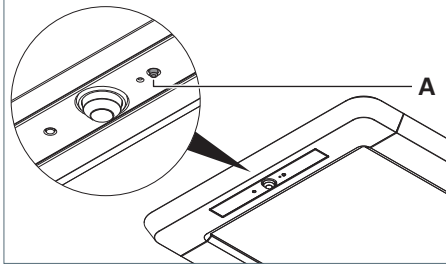
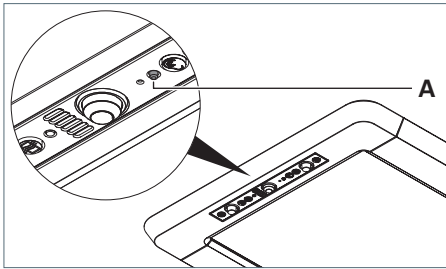

Fig. 39: Reset durchführen, Ausführung R.
Fig. 40: Reset durchführen, Ausführung RX.
- Drücken Sie die Taste **A**, halten Sie die Taste gedrückt und schließen Sie die Leuchte wieder an die Stromversorgung an, siehe Fig. 39 und siehe Fig. 40.